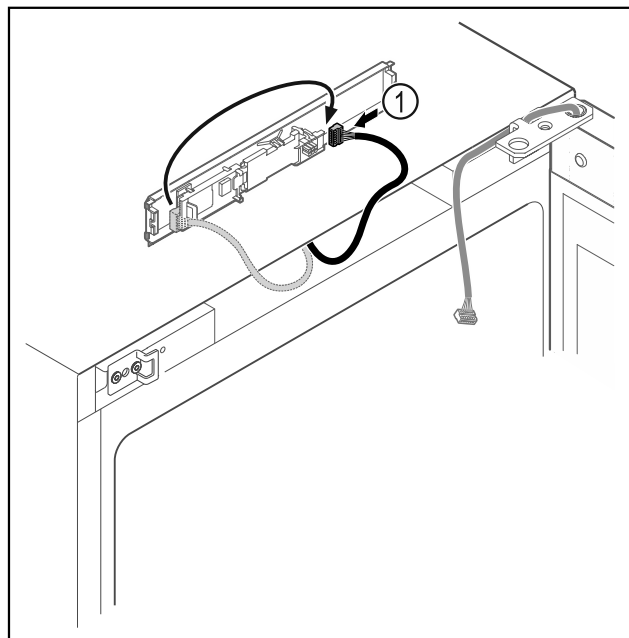

Fig. 13
- ▶ Flytta kontakten Fig. 13 (1) till kretskortet.